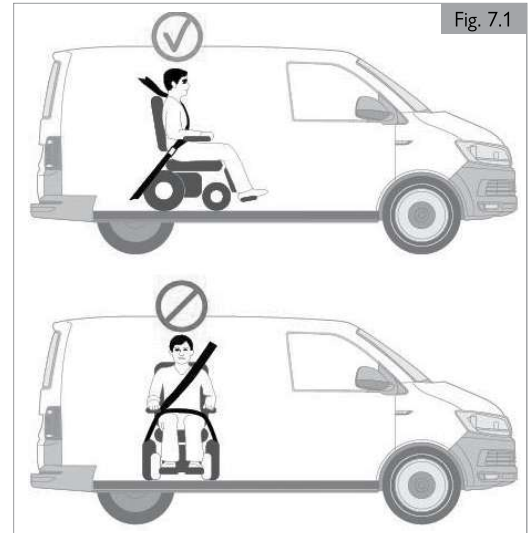

Fig. 7.1
3. Le fauteuil doit être arrimé face à la route. Ce fauteuil a été approuvé pour une utilisation à bord des véhicules motorisés, et satisfait les exigences relatives au transport face à la route et aux collisions frontales. Le fauteuil n'a pas été testé pour d'autres positions à bord d'un véhicule (Fig. 7.1).